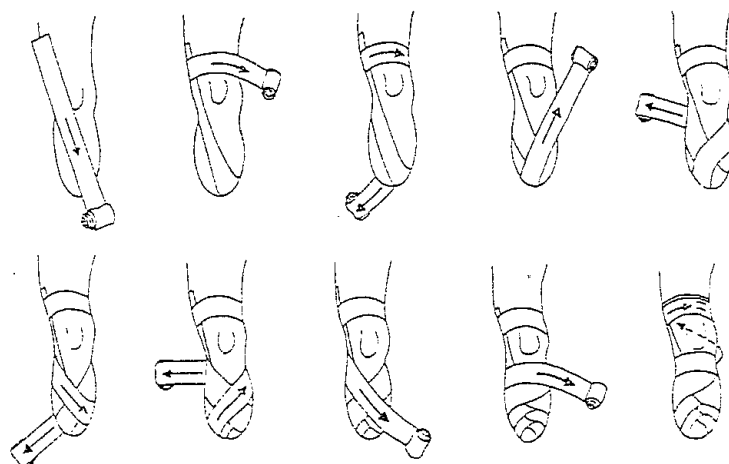

Figure 1 : Bandage du moignon.
2. 1. 1. Bandage du moignon (fig. 1)